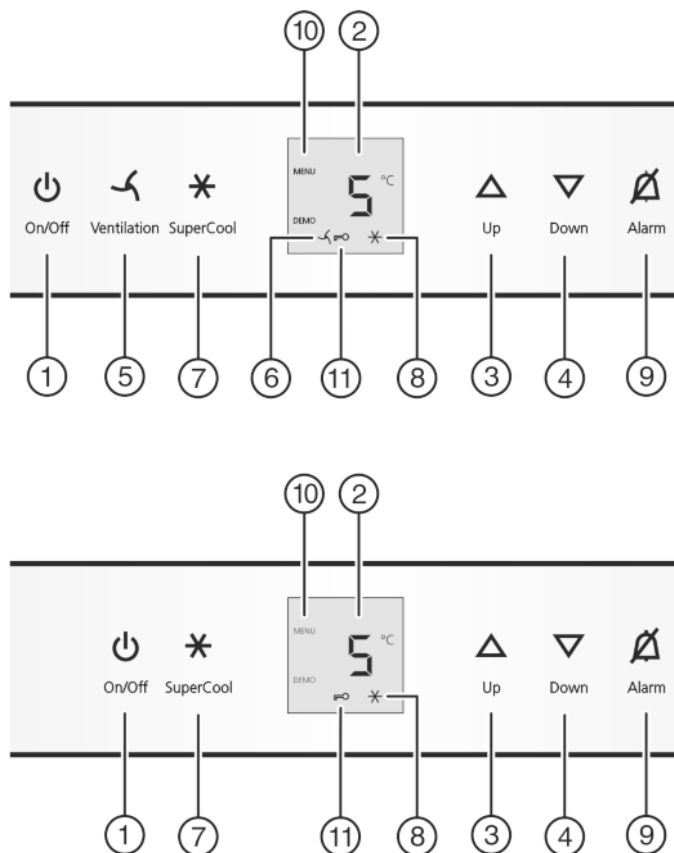

Fig. 2
- ▶ нажмите кнопку On/Off Fig. 2 (1).
- ▶ Активация режима настройки: удерживайте кнопку SuperCool Fig. 2 (7) прибл. 5 секунд.
- ▷ Символ меню Fig. 2 (10) горит.
- ▶ Коротко нажмите кнопку SuperCool Fig. 2 (7) для подтверждения.
- ▶ Для включения защиты от детей коротко нажмите клавишу SuperCool Fig. 2 (7).
- ▷ Символ "Защита от детей" Fig. 2 (11) горит. На индикации мигает **c**.
- ▶ Для выключения защиты от детей коротко нажмите клавишу SuperCool Fig. 2 (7).
- ▷ Символ защиты от детей Fig. 2 (11) гаснет. На индикации мигает **c**.
- ▶ Выход из режима настройки: нажмите кнопку On/Off Fig. 2 (1).
- ▶ Нажмите кнопку Alarm Fig. 2 (9).
- ▶ Установка более высокой температуры: нажмите кнопку настройки Up Fig. 2 (3).
- ▶ Установка более низкой температуры: нажмите кнопку настройки Down Fig. 2 (4).
- ▶ Коротко нажмите кнопку SuperCool Fig. 2 (7).
- ▷ На индикации горит символ SuperCool Fig. 2 (8).
- ▷ Символ SuperCool Fig. 2 (8) на индикации гаснет.
- ▶ Коротко нажмите кнопку "Вентиляция" Fig. 2 (5).
- ▷ Символ Вентиляция Fig. 2 (6) горит.
- ▷ Символ Вентиляция Fig. 2 (6) не горит.